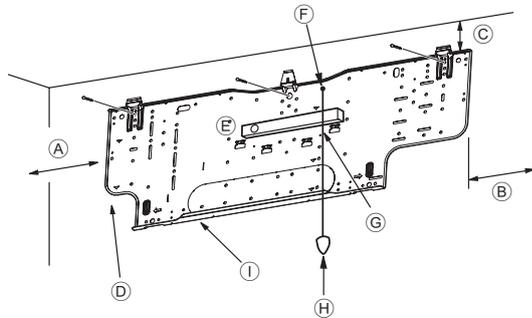
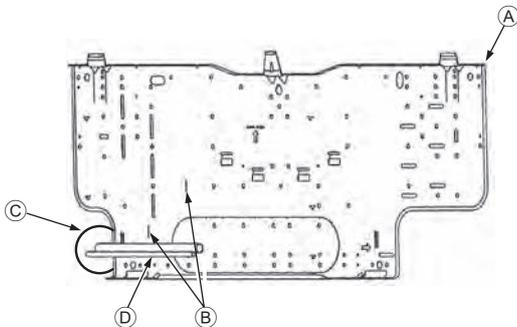

Fig. 3-4
Fig. 3-5
■ PKA-M-NA(L) (Fig. 3-4)
- Ⓓ Гвинти кріплення (4 × 35) ②
- Ⓛ Монтажна плата ①
3.3. Вбудовування труб у стіну (Fig. 3-5)
- Ⓐ Монтажна плата ①